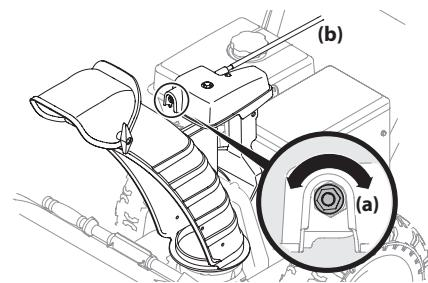

Figura 4-9
1. A fin de aumentar la precarga, ajuste la tuerca hexagonal (a) en el sentido de las agujas del reloj con intervalos de  $\frac{1}{4}$  de giro. Se deberá mantener fija la varilla de control del canal (b) mientras se ajusta la tuerca. Consulte la Figura 4-9.